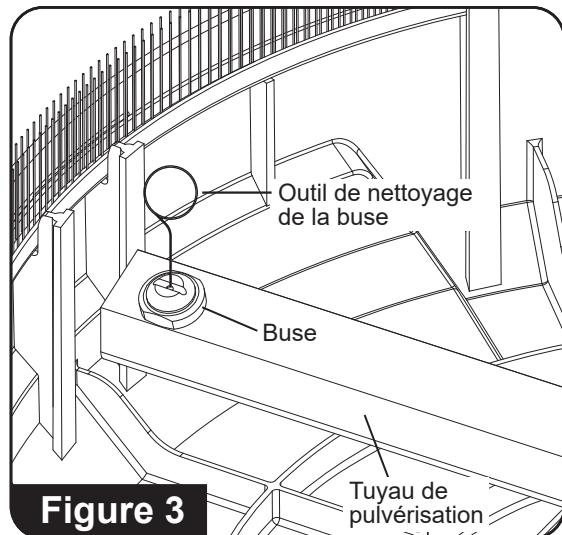

Figure 3
4. À l'aide de l'outil de nettoyage de buse, dégagéz tout corps étranger qui bouche ou qui obstrue la buse. (Consultez la figure 3)